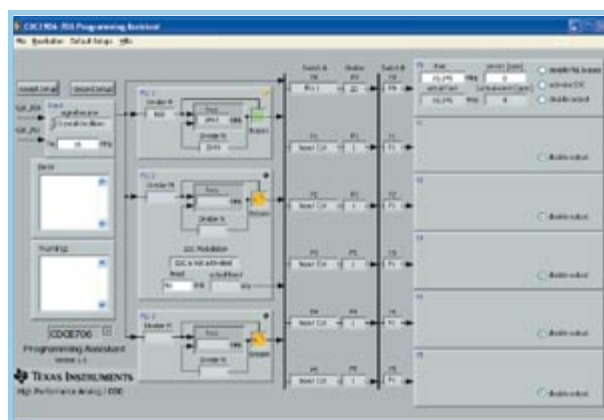

Figura 8. Cálculo automático de la configuración del divisor.
Cuando necesitamos conseguir frecuencias con valores algo más rebuscados, pongamos por ejemplo, 10,245 MHz, tenemos que poner algo más de cuidado en el cálculo para encontrar la mejor configuración. Podemos conseguir ayuda en la forma de un programa que se denomina "Programming Assistant" (es decir, "Asistente en la Programación") (ver Figura 8): podemos seleccionar la salida deseada y la frecuencia y el asistente calcula la mejor configuración. En este caso del programa sugiere el siguiente cálculo: $16 \text{ MHz} / 160 * 2049 = 204,9 \text{ MHz}$ y $204,9 \text{ MHz} / 20 = 10,245 \text{ MHz}$. Esto nos debería conseguir el oscilador adecuado para un receptor con una conversión dual superheterodina con una primera frecuencia intermedia (FI) a 10,7 MHz y una segunda frecuencia intermedia a 455 kHz. Para poder conseguir una señal de salida con el ruido más bajo y las bandas laterales más atenuadas los dos PLLs restantes (PLL 2 y PLL 3) deben estar desconectados.